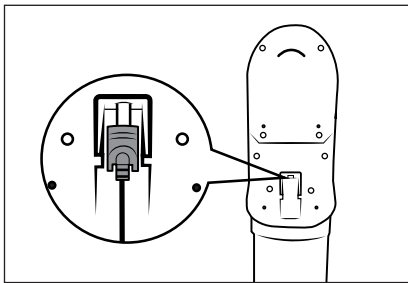

Bild 8
- Ladda upp batteriet ② igen så snart batteriindikatorn ②⑥ visar att batteriet ② har låg laddningsnivå.
- Dammsugaren stängs av kort efter att indikatorn visar att batteriet ② är helt urladdat.
- Dammsugaren kan också laddas upp direkt genom strömadaptern ⑩. Då skruvar du ut den ihåliga kontakten ⑪ ur vägghållaren ⑱ och sticker in den i dammsugarens laddningsuttag ③ i stället (se bild 8).